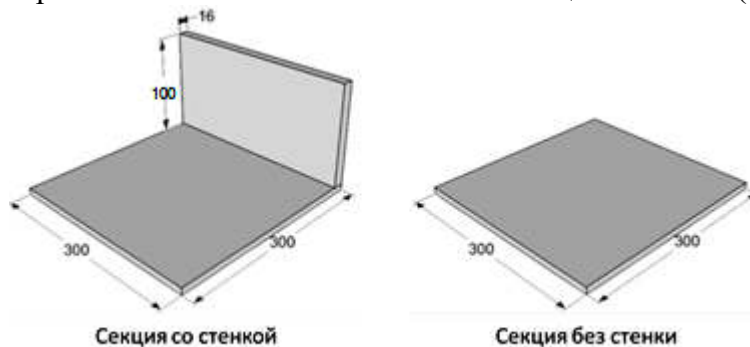

Рис. 3.
2.3.3. Лабиринт составляется из секций размером 300×300 мм двух типов: со стенкой и без стенки (Рис. 3).
2.3.4. Стенки лабиринта высотой не менее 100 мм и толщиной 16 мм (Рис. 3).